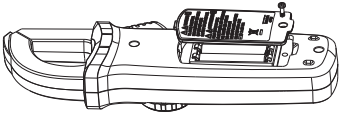

fig. 6
2.Remplacement de la batterie (fig. 6)